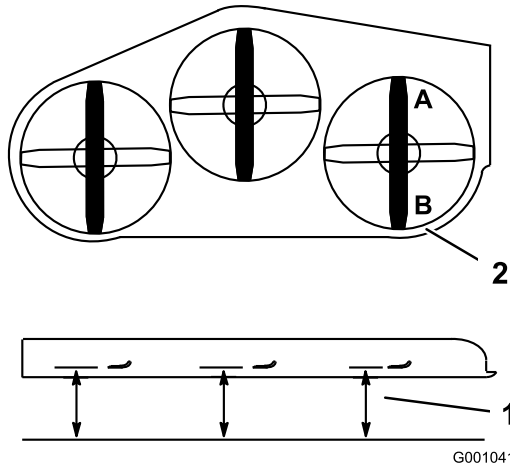

Bild 85
1. Stellen Sie das rechte Schnittmesser in Längsrichtung (Bild 85).
2. Messen Sie das rechte Messer an der Stelle **A** von einer ebenen Oberfläche bis zur Schnittkante der Messer (Bild 85).
4. Messen Sie das rechte Messer an der Stelle **B** von einer ebenen Oberfläche bis zur Schnittkante der Messer (Bild 85).
6. Das Schnittmesser sollte an Stelle **A** 6 mm bis 10 mm niedriger sein als an Stelle **B** (Bild 85). Sollte die Einstellung nicht richtig sein, machen Sie mit den folgenden Schritten weiter.